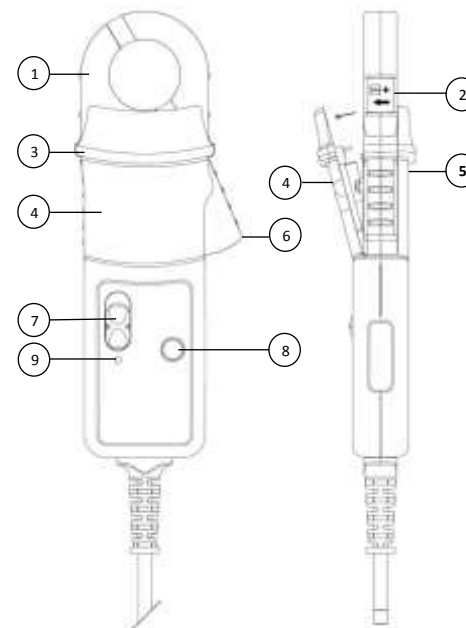

图 1
- 切勿将探头置于触感隔离物之外的任何位置（参见图1）。
当接近最低工作电压时，绿色或红色LED将闪烁（参见图1）。请按照以下步骤操作：
松开固定电池盖的定位螺钉。将盖板旋转30°并如图1所示将其从探头本体上拉出。更换电池后，重新安装电池盖并拧紧螺钉。
使用过程中，安全性由操作人员负责，操作人员必须具备相应资质或经授权。使用探头时，请确保手指位于触感隔离物后方（见图1）。使用前务必检查探头及导线是否存在损坏。